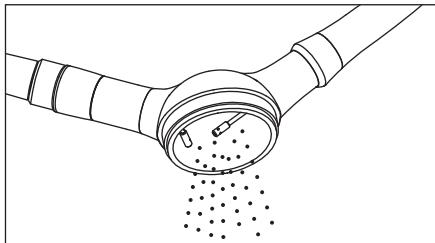

Fig. 5
- 1) Aprire il coperchio del contenitore della polvere e rimuoverne ogni residuo (Fig. 5).